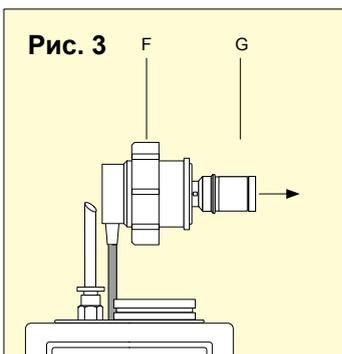

Рис. 3
Извлеките установленный датчик (G) - Рисунок 3.